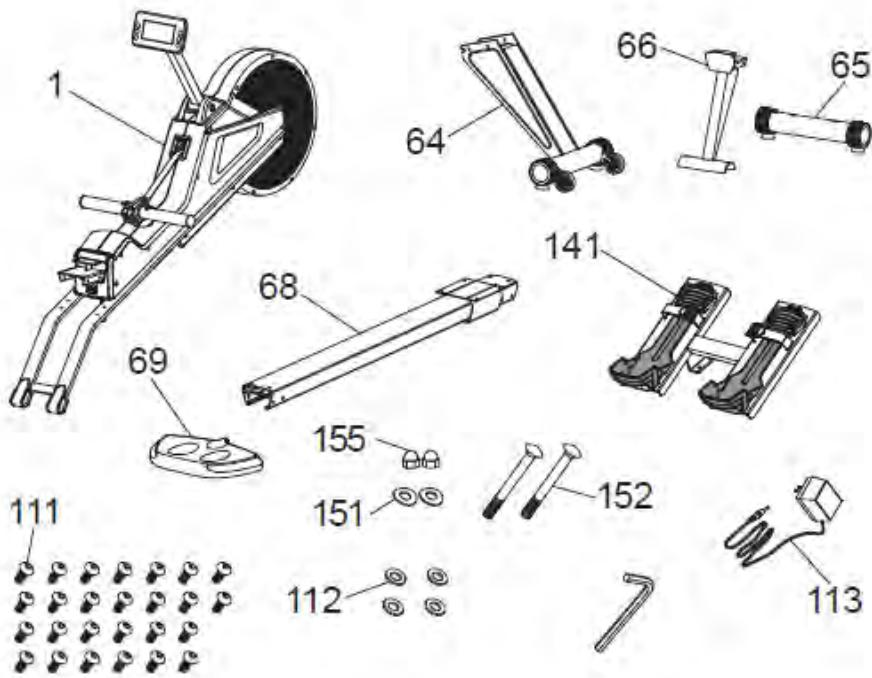

Fig.2
Una vez abierta la caja, en primer lugar, retire las protecciones (131) soltando los tornillos (132). A continuación retire el carril de asiento (68) y el asiento (69) como le muestra la Fig.2.